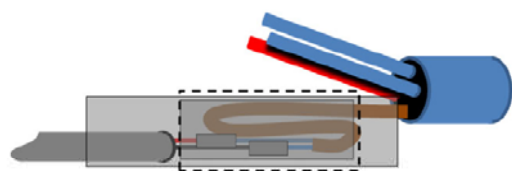

図10.防水処理(参考)/FIG 10. Waterproof treatment (reference)
⑤-2 次回メンテナンスのため、点線部分にビニールテープを巻きます(図10参照)。/Wrap the vinyl tape around the dotted line for the future maintenance (see FIG 10)